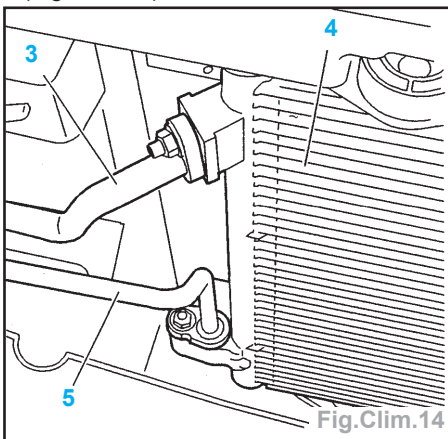

Fig.Clim.14
- Désaccoupler les conduits (3) et (5) (Fig.Clim.14).